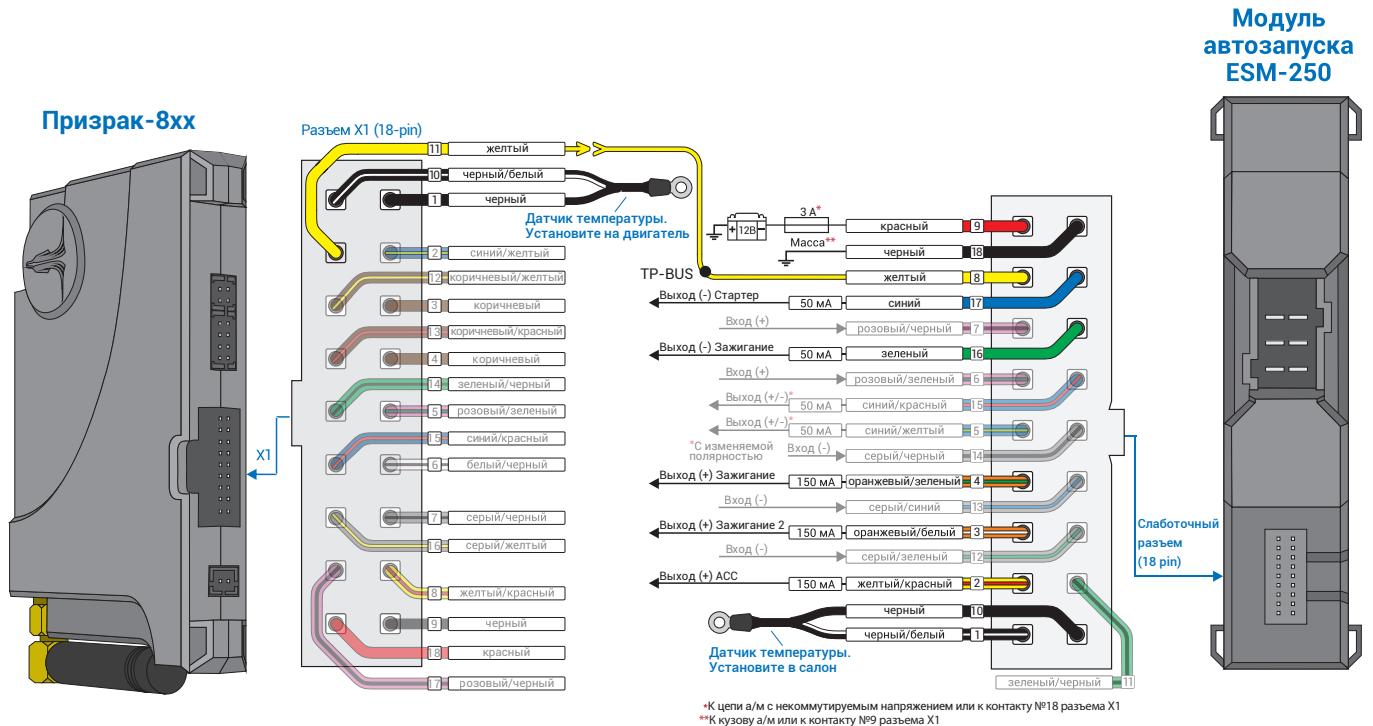
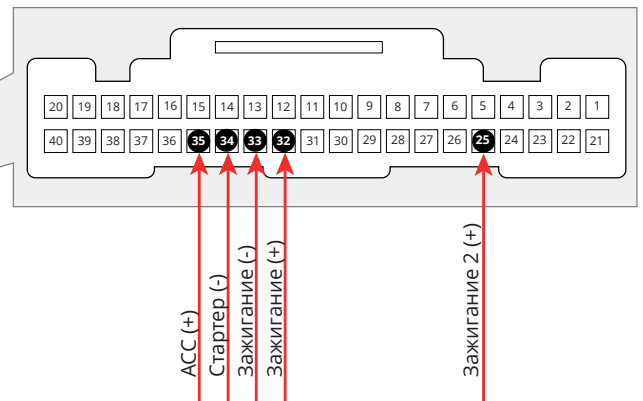

Рис.2 Подключение модуля автозапуска ESM-250
Рис.3 Место подключения к цепям запуска двигателя
2. Подключите модуль автозапуска ESM-250 – выводы модуля, которые требуется подключить выделены на рис. 2. Подключение производится за приборной панелью (см. рис. 3).